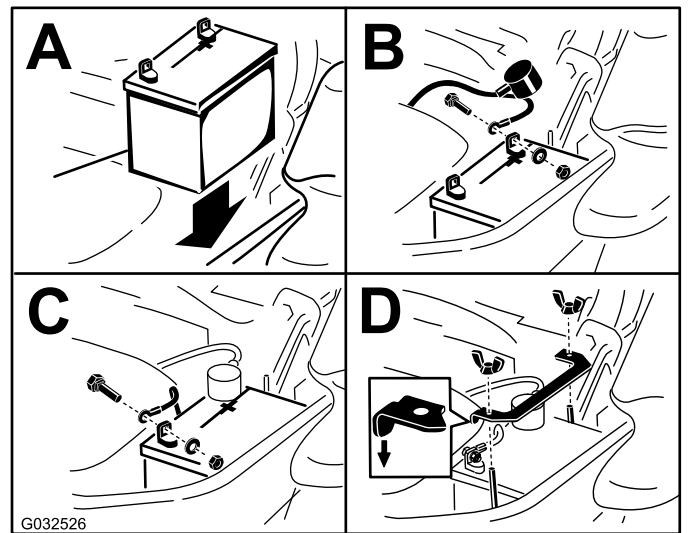

Figura 56
**Nota:** Coloque la batería en la bandeja, con los bornes frente al depósito de aceite hidráulico (Figura 56).